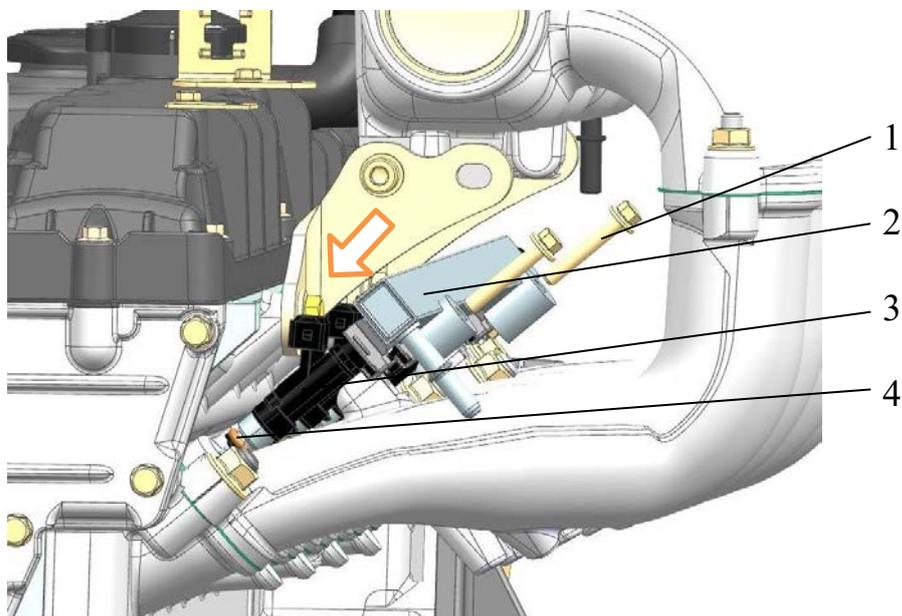

Рис.183. Установка топливопровода с форсунками:
1. Смазать резиновые уплотнительные кольца 4 (рис.183) форсунок 3 чистым моторным маслом. Установить топливопровод 2 концами форсунок в отверстия впускной трубы и завернуть болты 1 топливопровода моментом 5,9...8,8 Н·м (0,6...0,9 кгс·м).